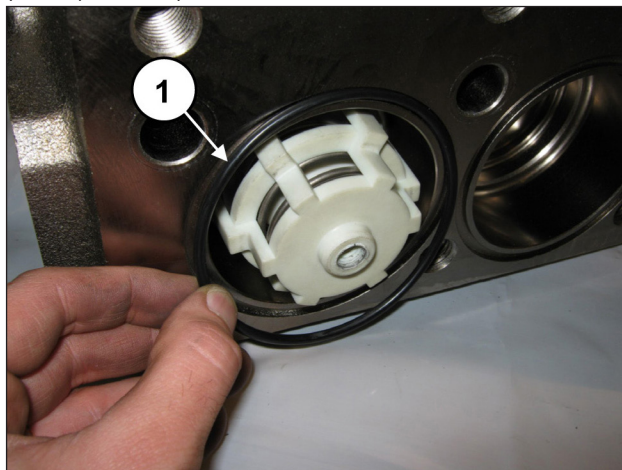

Abb. 157
Setzen Sie den frontseitigen O-Ring an den Saugventilen ein (Pos. ①, Abb. 157).